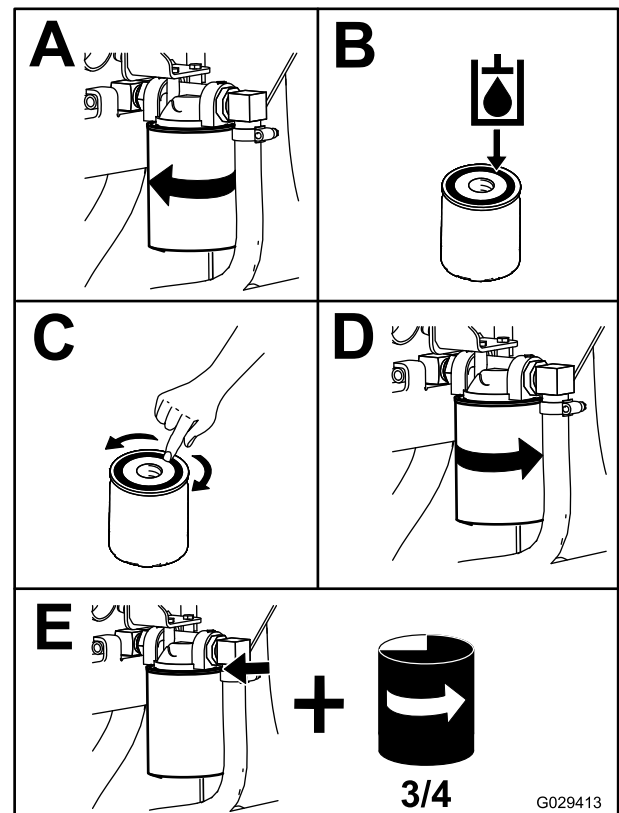

Figura 58
4. Collocate una bacinella di spurgo sotto il filtro e sostituite il filtro (Figura 58).